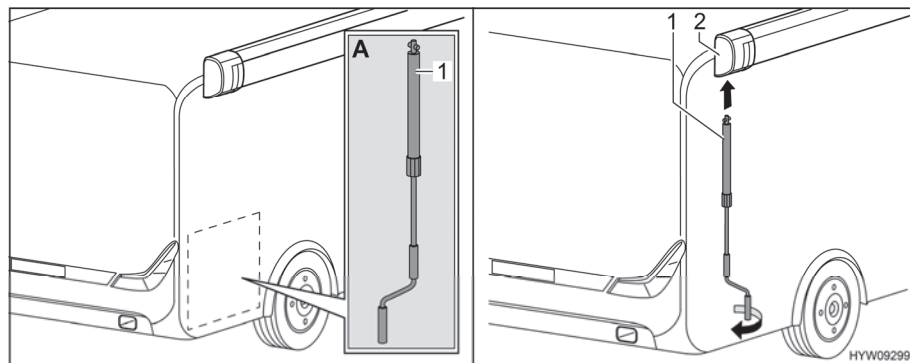

Bild 20 Kurbel anbringen
- Kurbel (Bild 20,1) aus dem Heckstauraum nehmen (Bild 20,A).
- Kurbel in Bajonettfassung (Bild 20,2) der Markise stecken.